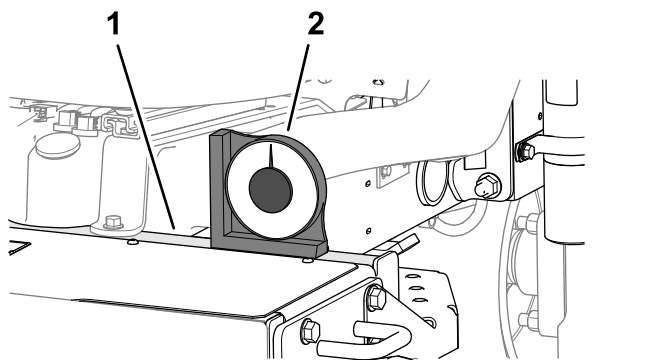

Figura 6
2. Compruebe la nivelación de la máquina colocando un indicador de ángulo manual (suministrado con la máquina) sobre el travesaño del bastidor, junto al depósito de combustible (Figura 6).